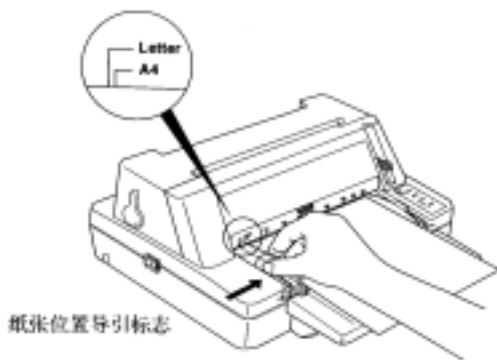

图 3-4 调整单页纸
- 根据打印机盖子左边的标示控制单页纸调整位置，A4 和信纸的大约位置如图 3-4 标示在机盖的左下边缘